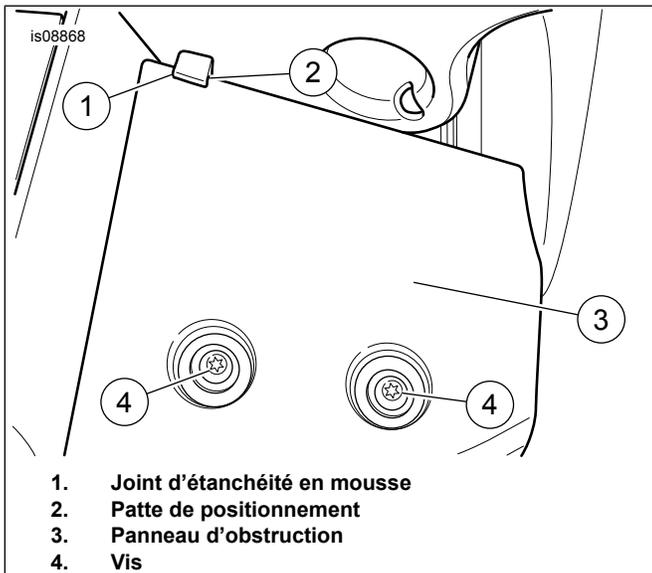

Figure 9. Panneau d'obstruction et patte de positionnement en mousse
10. Consultez Figure 9 . Pliez un morceau du joint d'étanchéité taillé (1) sur la patte de positionnement (2) du panneau d'obstruction. Installez le panneau (3). Appliquez quelques gouttes de Loctite 243 (bleu) aux filetages propres des vis (4). Installez les vis. Serrer.